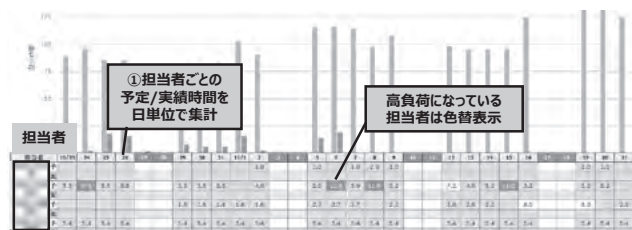

図5. 担当者の負荷状況の見える化
Lycheeが提供するリソースマネジメント機能では、負荷状況が容易に可視化(図5の①)できるため、いつでも担当者ごとの負荷状況の確認が可能となった。